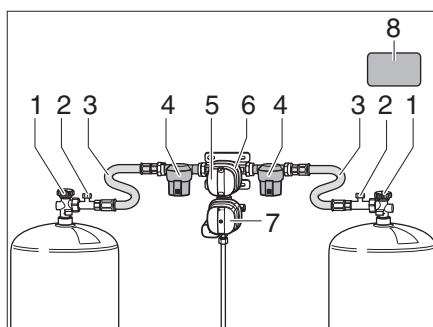
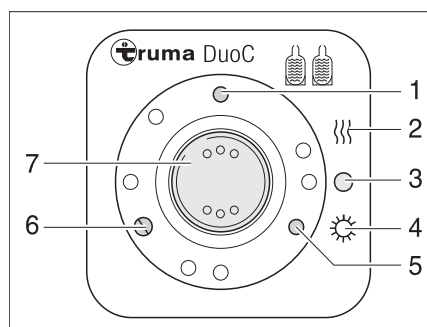
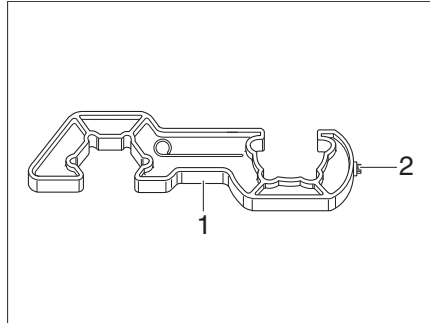
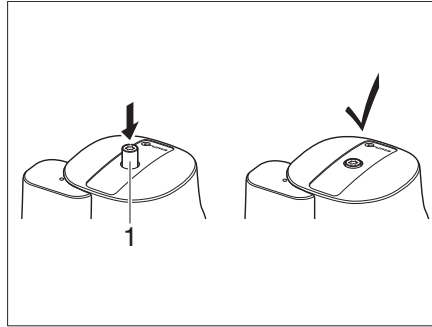

Fig. 243 Instalación de conmutación DuoControl
Fig. 244 Unidad de mando
Fig. 246 Elemento auxiliar de enroscado
Fig. 247 Crashsensor
La instalación de conmutación DuoControl consta de un regulador de conmutación (Fig. 243,6) y la unidad de mando (Fig. 244). El regulador de conmutación está montado entre las mangueras de alta presión (Fig. 243,3). Con el botón giratorio (Fig. 243,5) en el regulador de conmutación se puede determinar cuál de las bombonas de gas se usará como bombona de servicio y cuál bombona de gas como bombona de reserva.
El regulador de conmutación (Fig. 243,6) está equipado con el deshelador de reguladores Eis-Ex. De este modo se evitarán averías en la instalación de gas en el invierno.
Delante del regulador de conmutación está a cada lado un filtro de gas (Fig. 243,4), que protege la instalación de gas contra la contaminación con aceite y los ensuciamientos.
En la unidad de mando (Fig. 244) únicamente pueden conmutarse las funciones eléctricas. Las llaves de paso principales (Fig. 243,1) de las bombonas de gas deben abrirse a mano.
El regulador de conmutación garantiza una presión del gas constante, independientemente de cuál bombona de gas está suministrando el gas. Las dos luces de control en la unidad de mando indican el nivel de llenado de la bombona de servicio. Cuando la luz de control verde (Fig. 244,6) se ilumina, la bombona de servicio está llena. Cuando la luz de control roja (Fig. 244,5) se ilumina, la bombona de servicio está vacía. El suministro de gas se realiza entonces a través de la bombona de reserva.
- Abrir las llaves de paso principales (Fig. 243,1) de las bombonas de gas.
- Con el botón giratorio (Fig. 243,5) en el regulador de conmutación (Fig. 243,6), seleccionar la bombona de gas de la cual se debe tomar el gas preferentemente (bombona de servicio).
- Poner el interruptor basculante (Fig. 244,7) en "O" (Fig. 244,3). La luz de control amarilla (Fig. 244,1) se apaga.
Las luces de control en la unidad de mando (Fig. 244,5 y 6) indican en el interior del vehículo si la bombona de servicio está lista para el funcionamiento.
Si durante el funcionamiento la luz de control verde (Fig. 244,6) se apaga y la luz de control rojo (Fig. 244,5) se enciende, la bombona de gas seleccionada como bombona de servicio está vacía y debe cambiarse. La bombona de reserva seguirá suministrando gas a los consumidores de gas.
- ▶ Para enroscar y desenroscar las mangueras de alta presión, utilizar el elemento auxiliar de atornillado (Fig. 246,1). Garantiza el par de apriete necesario y evita que se produzcan daños en la unión atornillada por el uso de una herramienta incorrecta.
- Cerrar la llave de paso principal (Fig. 243,1) de la bombona de gas vacía.
- Desenroscar la manguera de alta presión (Fig. 243,3) de la bombona de gas con el elemento auxiliar de enroscado (Fig. 246).
- Conectar la bombona de gas llena a la manguera de alta presión (Fig. 243,3).
- Abrir la llave de paso principal (Fig. 243,1) de la bombona de gas.
- Girar el botón giratorio (Fig. 243,5) en el regulador de conmutación (Fig. 243,6) una media vuelta, de tal manera que la bombona de gas cambiada sirva de bombona de reserva.
- Presionar el botón (Fig. 243,2) del dispositivo de seguridad en caso de rotura de manguera en la manguera de alta presión, para activarlo.
- Si es necesario, presionar el botón de reposición (Fig. 247,1) en el Crashsensor.
- ▶ Observar el adhesivo de seguridad (Fig. 243,8) en la caja para bombonas de gas.
- Utilizar el Torx T20 (Fig. 246,2) en el elemento auxiliar de atornillado para presionar hacia dentro el botón de desbloqueo (Fig. 247,1), girar ligeramente en sentido horario y mantenerlo durante 5 segundos. El Crashsensor está listo para el funcionamiento cuando el botón de desbloqueo (Fig. 247,1) permanece en la posición hundida.
- Después de cambiar la bombona de gas, presionar con fuerza el botón verde (Fig. 243,2) en la manguera de alta presión (Fig. 243,3).